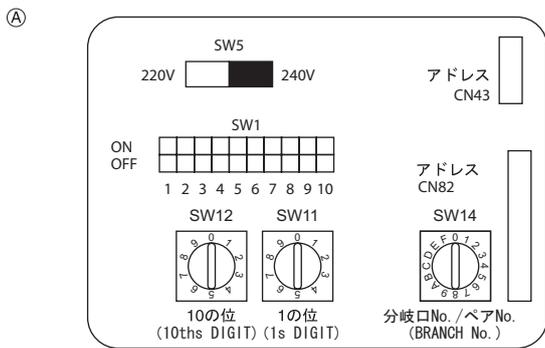

Fig. 5-5
5.5. De aansluitadressen instellen (Fig. 5-5)
- ① Adressen instellen**